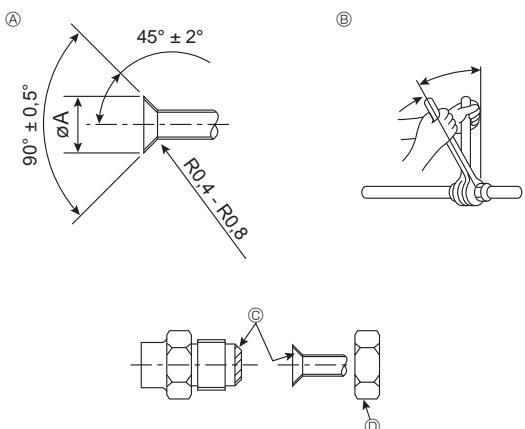

Fig. 3-2
3.3. Соединение труб (Fig. 3-2)